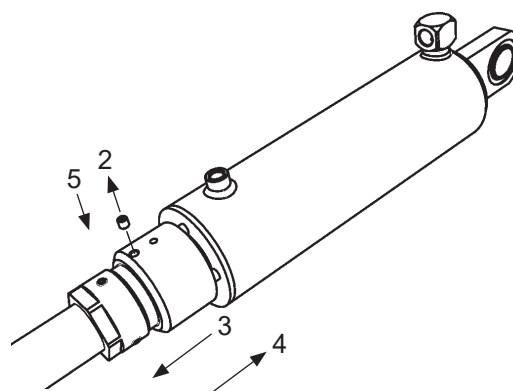

Abb.42. Anschlag und zugehörige Sicherungsschrauben
2. Lösen Sie die Verschlusschraube am Anschlag (2). Schrauben Sie den Anschlag komplett in Richtung der Ladebordwand zurück (3). Abb.42.
4. Richten Sie den Anschlag vollständig an der Oberseite des Zylinders aus (4). Abb.42.